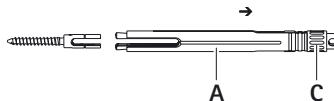

Fig. 7
- Retirar a bucha de aperto completa 2, ver Fig. 7.